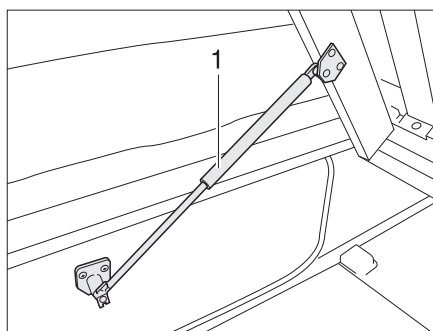

Fig. 66 Letto fisso
- Sollevare il telaio portamaterasso. Le molle a gas (Fig. 66,1) mantengono il telaio portamaterasso in posizione di apertura.